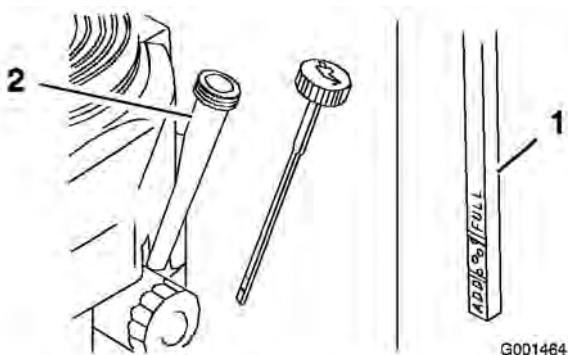

Figura 30
4. Limpie alrededor de la varilla de aceite (Figura 30) para impedir que caiga suciedad por el orificio de llenado y cause daños en el motor.
5. Desenrosque la varilla de aceite y límpie el extremo (Figura 30).
6. Deslice la varilla a fondo en el tubo de llenado, pero no la enrosque en el tubo (Figura 30).
9. Vierta lentamente un 80% aproximadamente de la cantidad especificada de aceite por el tubo de llenado (Figura 30).